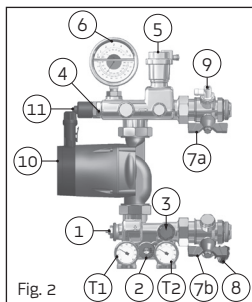

Fig. 2
- abrir completamente el bypass secundario de balanza (3 en Fig. 2);
- una vez controlado que el agua de la caldera ha llegado a la temperatura programada, hacer circular el agua a través de la instalación controlando el valor de la temperatura de envío a través de el termomanómetro (6 en Fig. 2). Se pueden presentar tres casos:
**caso B)** la temperatura de envío es inferior a la del proyectado: en este caso iniciar a cerrar lentamente el bypass secundario di balance (3) hasta cuando la temperatura de envío no se estabiliza en el valor proyectado;
**caso C)** la temperatura de envío es superior a la proyectada: en este caso, si es posible, reducir la temperatura programada en la caldera y volver a proceder con el proceso de tarado, o montar la cabeza termostática o el motor: tales dispositivos actúan sobre la válvula mezcladora para llegar a la temperatura programada, o aún abriendo gradualmente el bypass en el primario (2) hasta obtener en el secundario la temperatura deseada.
El sistema UNIMIX permite ya sea la regulación de un punto fijo mediante la cabeza termoestática que la regulación modulante a través del motor. El cabezal termostático o el motor se colocan a nivel de la válvula mezcladora de tres vías con pistón (1 en Fig. 2), como en la Fig. 5. En el caso de regulaciones con un punto fijo la sonda con inmersión se coloca en su correspondiente portasonda (4 en Fig. 2), como en la Fig. 6. En el caso de control electrónico (motor), fijar la sonda de contacto directamente en el colector de alimentación como se especifica en el manual de la centralita de regulación climática.